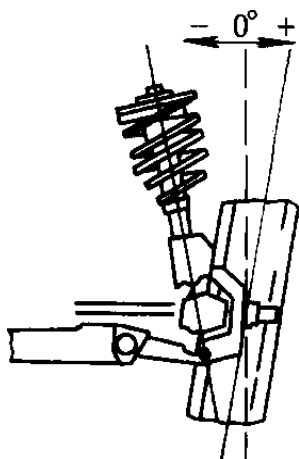

图 1-4 车轮外倾角
**2 车轮外倾角：**外倾是从车辆前方观察的。车轮偏离垂直方向的倾角，如图 1-4 所示。若车轮倾角顶点向外，则外倾为正(+); 若车轮倾角向内，则外倾为负(-)。外倾既影响方向控制，又影响轮胎磨损。过量外倾会导致轮胎磨损，并使车辆朝最大外倾行驶或侧偏行驶。